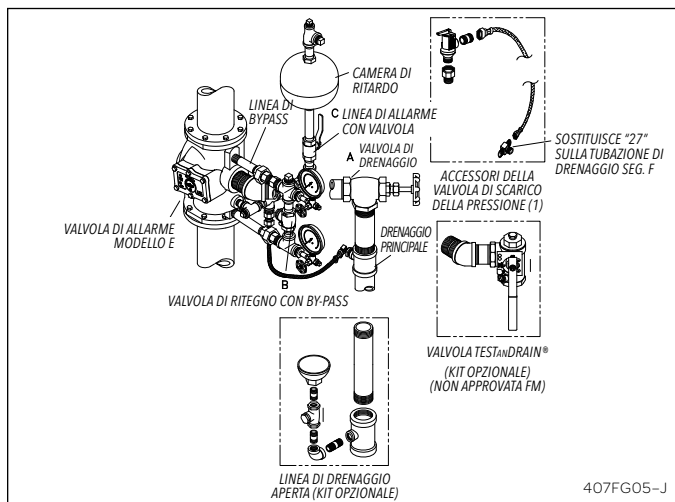
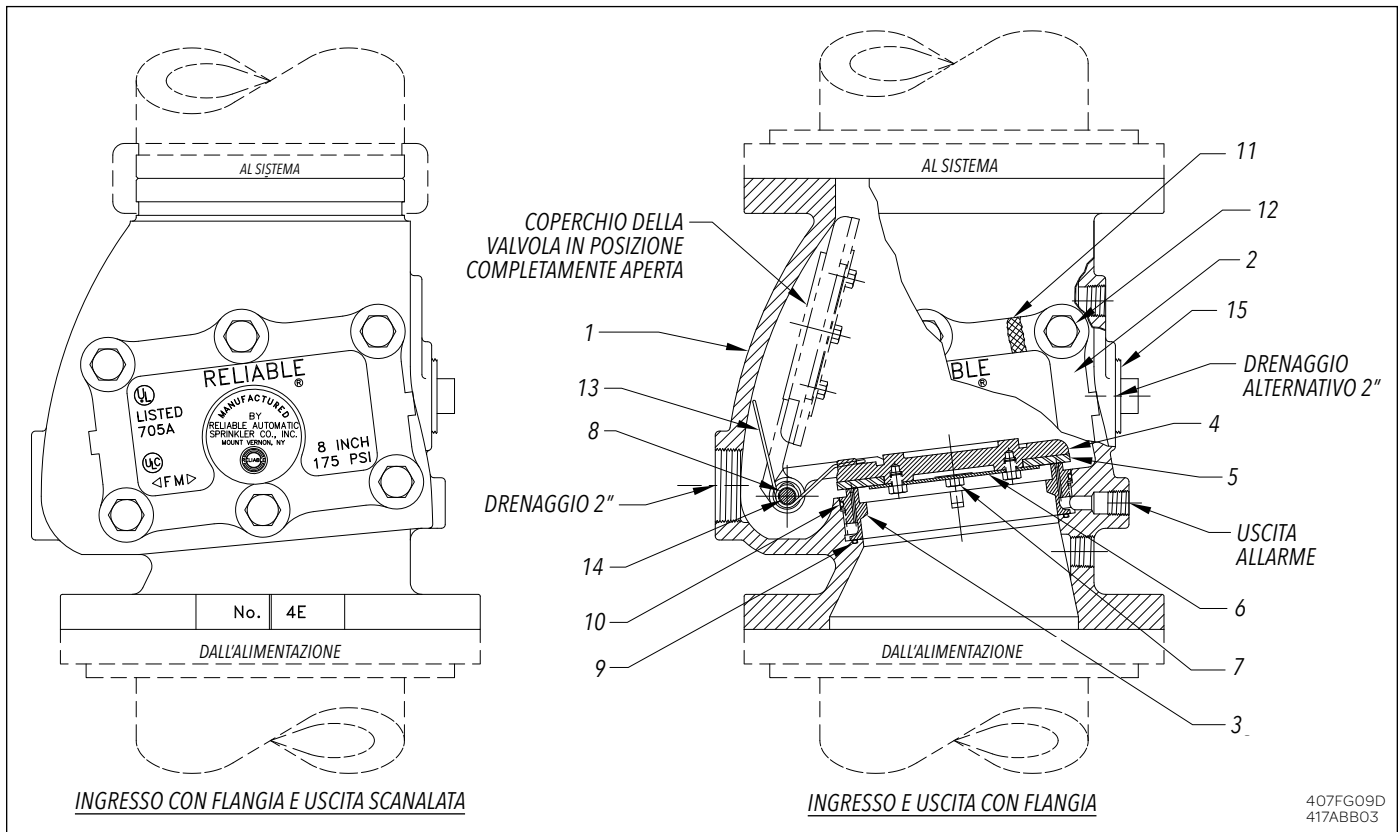

Fig. 7 – Accessori E3 verticali
Fig. 9
1. La linea di bypass, Fig. 7 con valvola di ritegno (B) permette il passaggio della sovrappressione verso il sistema attraverso il coperchio della valvola di allarme senza che questo si separi dalla sede. Le sovrappressioni ripetute creano un eccesso di pressione effettiva nel sistema che stabilizza il coperchio della valvola ed evita i falsi allarmi. Se una sovrappressione elevata dovesse separare il coperchio della valvola dalla propria sede e permettere al flusso d'acqua di entrare nella linea allarme, si attiva la camera di ritardo modello E1.
Test (vedere la Fig. 7 e 8)
1. Aprire la valvola (A), Fig. 7, per drenare, eliminando qualsiasi materiale dalla sede della valvola di allarme. Chiudere la valvola e verificare se il flusso d'acqua si interrompe.
Assieme: Articolo 5, Fig. 9.
- 3) O-ring sede: Articolo 9 e 10, Fig. 9.
- c. In entrambi i casi (a o b), drenare il sistema aprendo la valvola (A), Fig. 7 e 8. Rimuovere coperchio (2), Fig. 9, tappo della tubazione dell'asse (14), perno cerniera (8) e assieme coperchio della valvola (4).
- 2) Rimuovere gli o-ring, articolo 9 e 10, Fig. 9. Pulire meticolosamente le scanalature e le superfici di tenuta dell'o-ring. Verificare l'eventuale presenza di danni o corpi estranei.
- Sostituire il tappo della tubazione dell'asse (14).
- 3) Sostituire il coperchio (2) accertandosi che la guarnizione del coperchio (11) sia nella posizione corretta e i dadi e i bulloni siano saldamente serrati.
- 4) Chiudere la valvola di drenaggio (A), Fig. 7. Aprire lentamente la valvola di controllo principale. Accertarsi che la valvola (C) e la valvola di controllo principale siano correttamente supervisionate in posizione aperta (OPEN).
I falsi allarmi sono provocati generalmente da sovrappressioni nell'alimentazione idrica e possono verificarsi se il sistema perde la pressione in eccesso effettiva (vedere "Funzionamento"). La presenza di valori simili nei manometri di alimentazione e del sistema indica che il sistema ha perso la pressione in eccesso. Alla perdita di pressione contribuiscono uno o più dei seguenti eventi: Fuga nelle valvole di drenaggio del sistema, fughe nella sede della valvola di allarme (3), Fig. 6, fughe tra il coperchio della valvola (4) e il rivestimento (5), o con fughe nella valvola di ritegno con by-pass (B), Fig. 7.